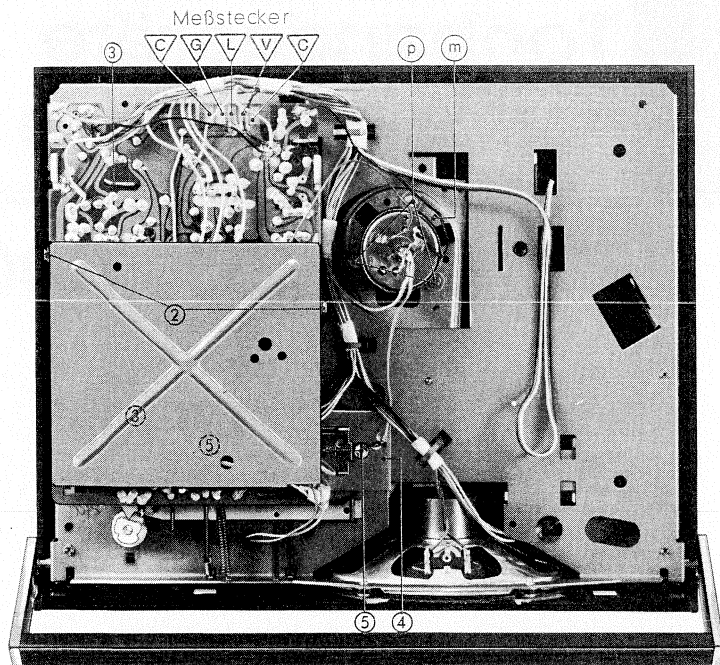

Abb. 4
Batteriefach öffnen. Vier Schrauben $\textcircled{1}$ herausdrehen, Knopf des Betriebsartenschalters und der Schieberegler abziehen. Beide Gehäuseschalen sind einzeln abnehmbar und das Chassis kann in einer Halbschale liegenbleiben. (Abb. 4/5). Dadurch werden in vielen Fällen die Servicearbeiten erleichtert.
Zuerst Leitungen ablöten und Vierkantriemen (23) abhängen. Dann die drei Befestigungsschrauben (p) herausdrehen (Abb. 4). Der Motor läßt sich nun nach leichtem Drehen, bis sich die Befestigungslappen mit den Ausnehmungen im Motorhalter decken, herausnehmen. Beim Einbau des neuen Motors ist darauf zu achten, daß die Plusmarkierung auf dem Motorgehäuse möglichst nahe der Ausstanzung (m) (Abb. 4) zu liegen kommt und die Masseverbindung von der Tonwellenlagerplatte (unter Schraube (5) - Abb. 4) direkt an die Zentralmasse des Motors (minus) gelötet wird.